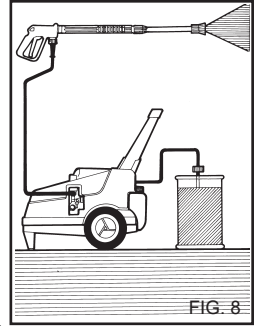

FIG. 8
Nach Benutzung eines Reinigungsmittels muß der Absaugzyklus mit sauberem Wasser nachgespült werden. (fig. 8).
- 1) Nach einem Waschvorgang mit Reinigungsmittel den Absaugzyklus nachspülen; das Absaugrohr (Fig.8) in einen Kanister mit sauberem Wasser stecken und die Pumpe bei völlig geöffnetem Dosierungshahn und bei Lanze in Reinigungsmittel-Abgabeposition eine Minute lang laufen lassen.
4) Nach einem Waschvorgang mit Reinigungsmittel den Absaugzyklus nachspülen; das Absaugrohr (Fig.8) in einen Kanister mit sauberem Wasser stecken und die Pumpe bei völlig geöffnetem Dosierungshahn und bei Lanze in Reinigungsmittel-Abgabeposition eine Minute lang laufen lassen.